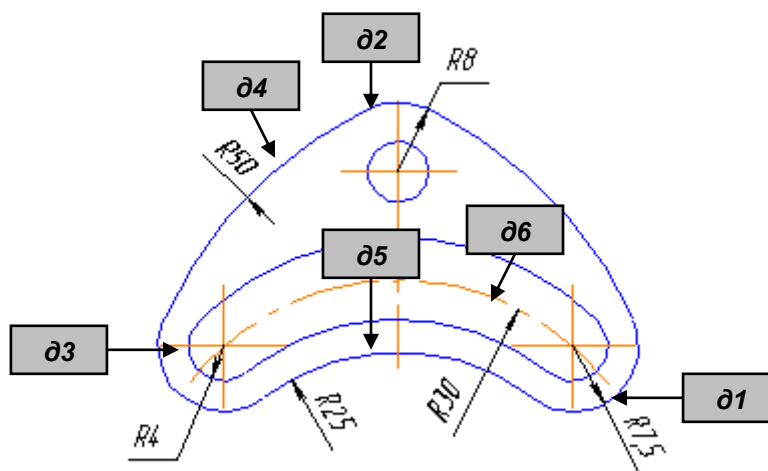

Рисунок 6.28 Указание объектов для простановки размеров
2. В ответ на запрос системы **Укажите окружность или дугу для простановки размера** укажите курсором любую точку дуги **д1** (рисунок 6.28).
**Задание 2.** Проставьте радиальный размер R8 на полке от центра дуги d2 (рисунок 6.28).
6. Щелчком мыши зафиксируйте размер (рисунок 6.28).
**Задание 3.** Проставьте радиальный размер R4 на полке от центра дуги d3 (рисунок 6.28).
**Задание 4.** Проставьте радиальный размер R50 для дуги д4 (рисунок 6.28). Размерная линия не должна проходить через центр дуги.
4. Щелчком мыши зафиксируйте размер (рисунок 6.28).
**Задание 5.** Самостоятельно проставьте размер R25 для дуги д5 (рисунок 6.28). Размерная линия не должна проходить через центр дуги.
**Задание 6.** Проставьте размер R30 для дуги д6. Размерная линия не должна проходить через центр дуги. Задайте расположение размерной надписи вручную (рисунок 6.28).